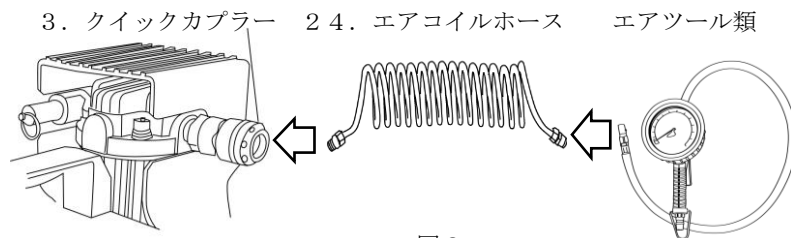

図2
- ③本機の3. クイックカプラーに付属の24. エアコイルホースを接続し、使用するエアツールを接続してください(図2参照)。